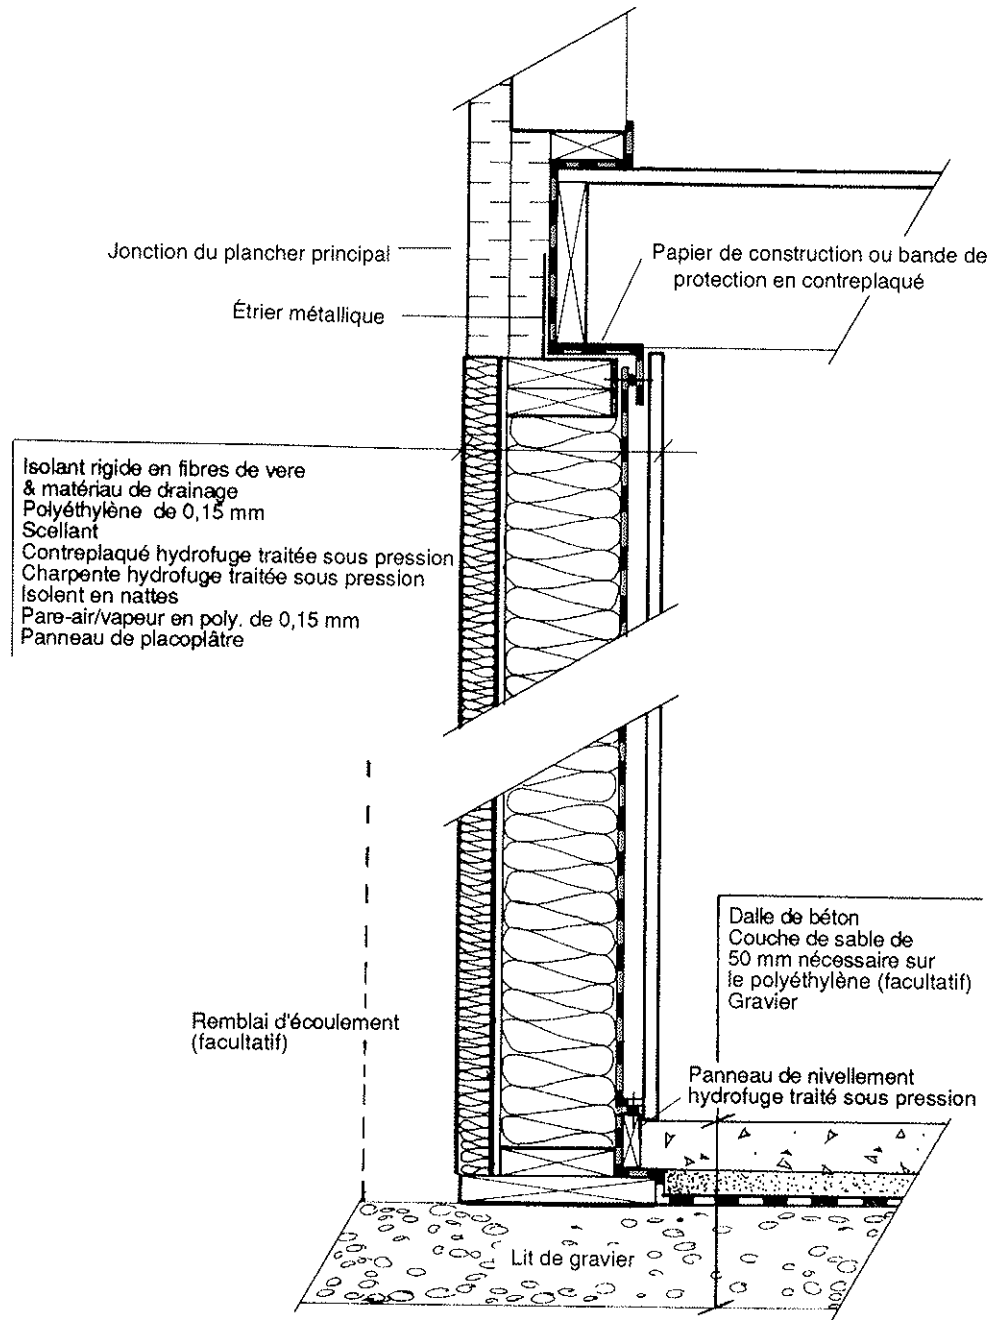

Figure 4.18 Fondations en bois traité
- La pose d'isolant en nattes de fibres de verre constitue la technique d'isolation la plus économique (voir la figure 4.18).